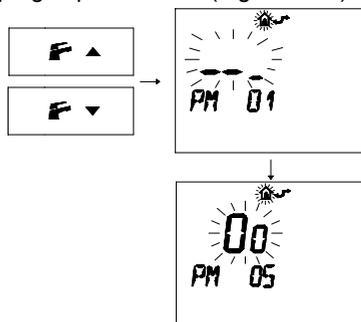

Figura 8.12
- Premere i pulsanti o per visualizzare la programmazione "PM 05" Tipo gas primo livello (Figura 8.12).